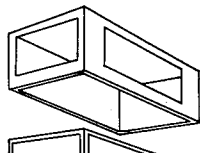

Fig. 1
- du type "plenum" pourvu de quatre ouvertures latérales réglables en tournant des ailettes mobiles afin de diriger le flux d'air chaud dans la direction désirée (Fig.1).